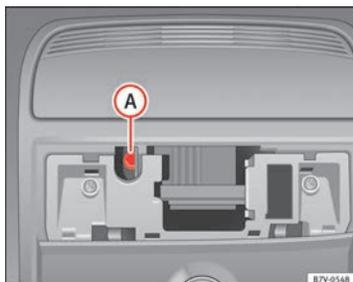

Fig. 196 Tornillo Allen para cerrar el techo corredizo panorámico.
- Introduzca una llave Allen corriente1) del tamaño 4 mm en el tornillo Allen ⇒ fig. 196 (A).